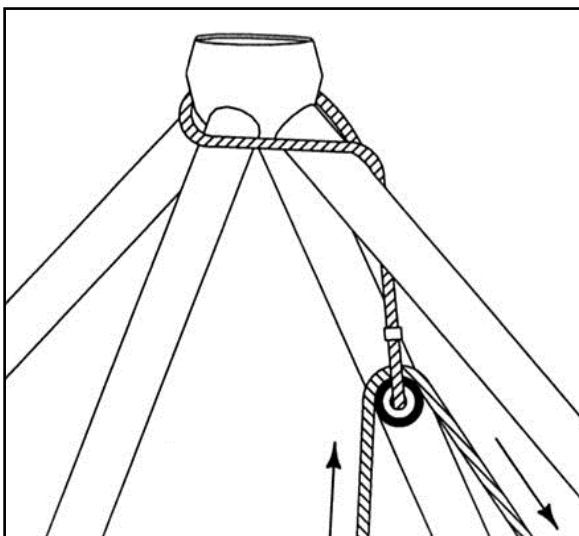
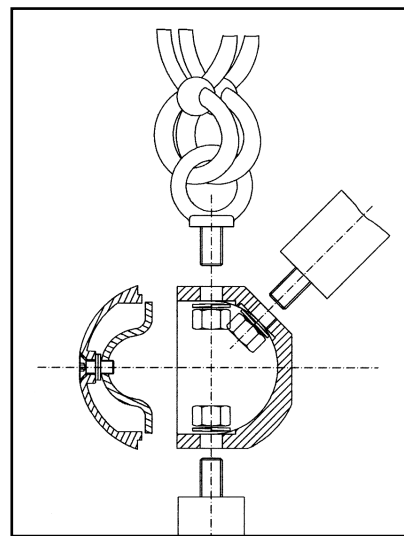
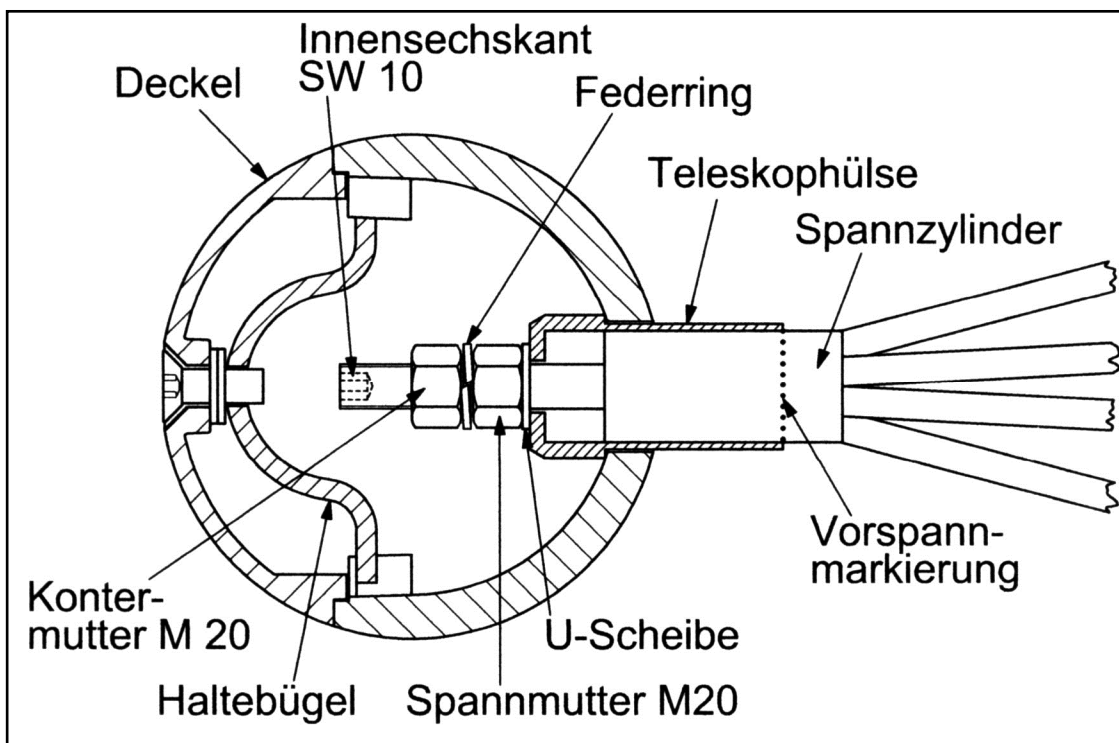

Abbildung 5
Abbildung 6 Knoten K21A
Abbildung 7
Das Gerüstsystem ist sodann bis zur **Ebene 1** zu montieren. **Beim Setzen der Rohre RH1, RS3 und RS4 ist darauf zu achten, dass diese dem Rutschenanbau und den Seilanbindungen des Dreiecknetzes unter der Rutsche entsprechend ausgerichtet sind.** Die Kugelöffnungen zeigen nach außen, mit Ausnahme von **K21A (Abb. 6)**, die nach innen zeigen. Die Schraubverbindungen (Federring, HV-Mutter M20 SW32) sind zunächst handfest und nach Komplettierung bis zur **Ebene 1** endgültig fest anzuziehen.
Das Raumnetz trägt an den Spannsystemen entsprechende Kennzeichnungen für die Knoten, in denen verspannt werden soll. Die gekennzeichnete Spitze des Raumnetzes ist mittels des angeknüpften Seiles gemäß **Abbildung 5** über die Seilrolle hochzuziehen und am **Knoten K1** mit der Spannmutter M 20, SW 32 zu befestigen. Es folgen die Spannsysteme der vier Knotenpunkte **K19** in **Ebene 2**, sodann die **Knoten K20** in **Ebene 1**. Dabei wird der Spannzylinder mit dem Gewindebolzen M20 in die Teleskophülse geschoben und von innen mit der Spannmutter M20 SW32 zunächst nur mit ca. 5 Gewindengängen gefasst (**Abb. 7**).
Danach folgen die Knotenpunkte **K21A** in **Ebene 0**, indem die Ringschrauben verschraubt werden (**Abb. 6**). Zuletzt werden die Spannsysteme an den Knoten **K23** sinngemäß wie an **K19** und **K20** montiert (**Abb. 7**).
Das Spannen des Raumnetzes **beginnt** an den **Knoten K19** in **Ebene 2** und erfolgt über die Spannmuttern M20 mit dem mitgelieferten Spezialsteckschlüssel SW 32. Es muss **bis zur Vorspannmarkierung gespannt** werden (**Abb. 7**). Danach erfolgt das Spannen an den Knoten **K 20** und **K23** in **Ebene 1**, wo ebenfalls bis zur Vorspannmarkierung gespannt wird. Das Raumnetz muss letztlich unter guter, **gleichmäßig starker** Spannung stehen.
Nach dem Spannen sind die Spannmutter an allen Knoten in den Ebenen 1 und 2 (**K19, K20 und K23**) mit den mitgelieferten Kontermutter M20 SW32 samt Federring zu kontern (**Abb. 7**). Zum Festziehen der Kontermutter kann am Gewindebolzen M20 mit einem Innensechskantschlüssel SW 10 gegen gehalten werden (**Abb. 7**). Zuletzt sind die noch offenen Hohlkugeln zu verschließen, indem sämtliche Knoten **K1, K19, K20, K21A und K23** mit den vorbereiteten Deckeln über eine Bügelverschraubung verschraubt werden (**Abb. 6 und 7**). Achten Sie dabei bitte darauf die Deckel gleichmäßig zu platzieren, so dass unser Firmenlogo lesbar ist. Vielen Dank.
- Ein erstes Nachspannen ist bereits nach ein bis zwei Wochen Betriebssituation vorzunehmen. Das Nachspannen erfolgt über die Spannmutter M20 die in den Hohlkugeln der Ebenen 1 und 2 (**K19, K20 und K23**) liegen. Nach Entfernen des Deckels mittels eines Innensechskantschlüssels Größe 10 muss zuerst die Kontermutter M20 SW32 gelöst werden. Dann wird über die Spannmutter SW 32, über die Vorspannmarkierung hinaus, nachgespannt. Das Nachspannen erfolgt an allen Knoten der Ebenen 1 und 2 und soll gleichmäßig vorgenommen werden. Nach dem Nachspannen sind die Spannmutter an den **Knoten K19, K20 und K23** unbedingt wieder mit den Kontermutter zu **kontern**. Achten Sie bitte auf die richtige Lage des Federringes zwischen den beiden Muttern. Zum Lösen und Festziehen der Spann- sowie der Kontermutter M20 SW32 kann an dem Gewindebolzen M20 mit einem Innensechskantschlüssel SW10 gegen gehalten werden (**Abb. 7**). Abschließend werden die Hohlkugeln wieder mit den Deckeln verschlossen. Achten Sie dabei bitte darauf die Deckel gleichmäßig zu platzieren, so dass unser Firmenlogo lesbar ist. Vielen Dank.